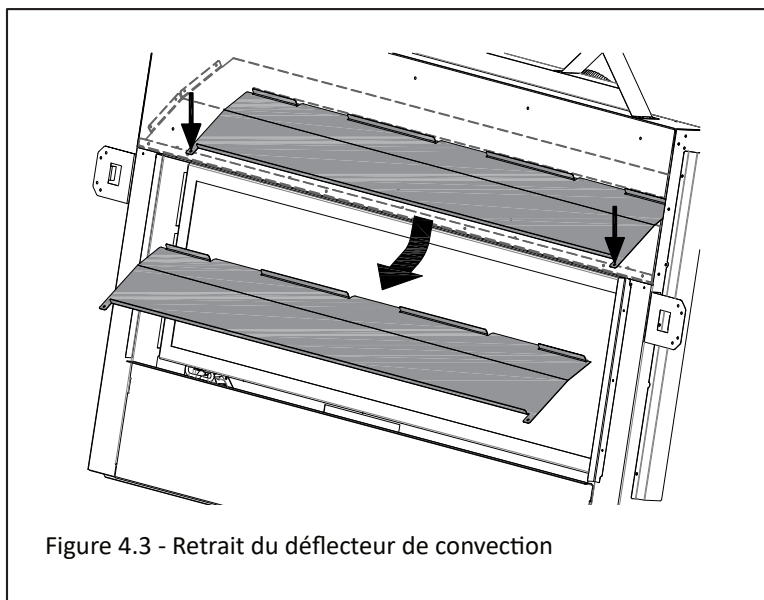

Figure 4.3 - Retrait du déflecteur de convection
2. Retirez du foyer le déflecteur de convection. Jetez (ou recyclez) ce déflecteur car vous n'en aurez plus besoin. Le déflecteur est retenu par (2) vis, juste derrière le bord supérieur de l'ouverture du foyer. Voir la Figure 4.3 et la Figure 4.4.